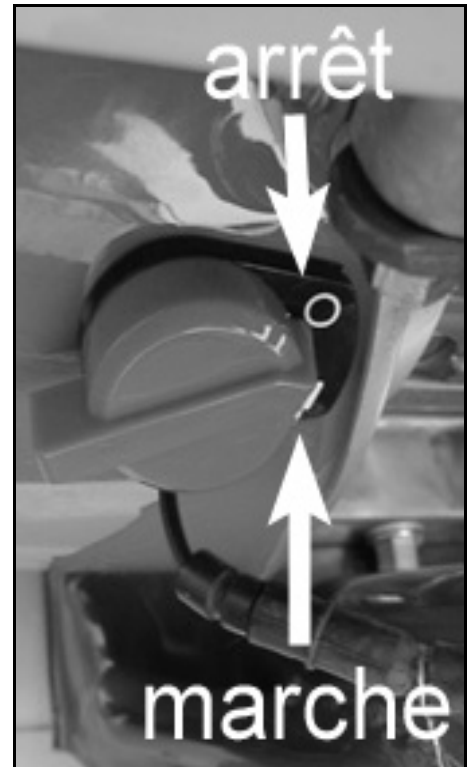

Figure 5
Il est utilisé pour la tonte. Appuyez sur le levier de sécurité d'embrayage de lame (figure 5, repère 1), puis amenez à vous le levier d'embrayage de lame (Figure 5, repère 2). Vous pouvez alors commencer la tonte.
Pour mettre en marche la machine il faut que le bouton (Figure 5, repère marche) soit sur " I ". Ouvrez l'essence et mettez le starter. Ensuite tirez sur la corde du lanceur jusqu'à la mise en marche du moteur. Enlevez le starter. Pour l'arrêter, basculez le bouton sur la position " 0 " et fermer l'essence.
- Tournez le bouton sur la position 0 (Figure 5, repère arrêt).